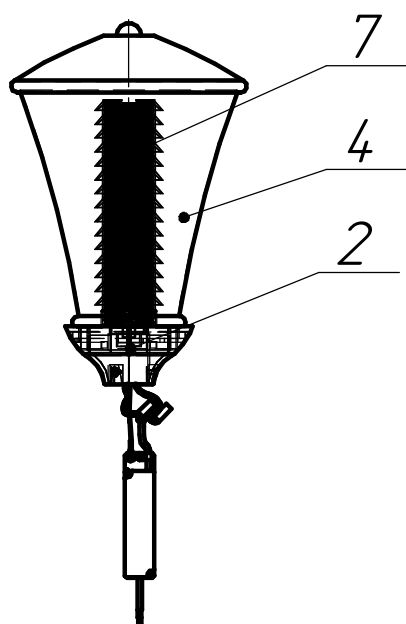

Рисунок 1
4. Рассеиватель Monreal прозрачный поз.4 см. рисунок 1.